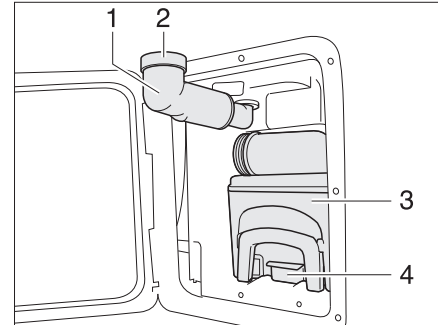

Bild 148 Thetford-Kassette
- Frischwasser-Einfüllstutzen (Bild 148,1) nach außen schwenken.
- Schraubkappe (Bild 148,2) abnehmen.